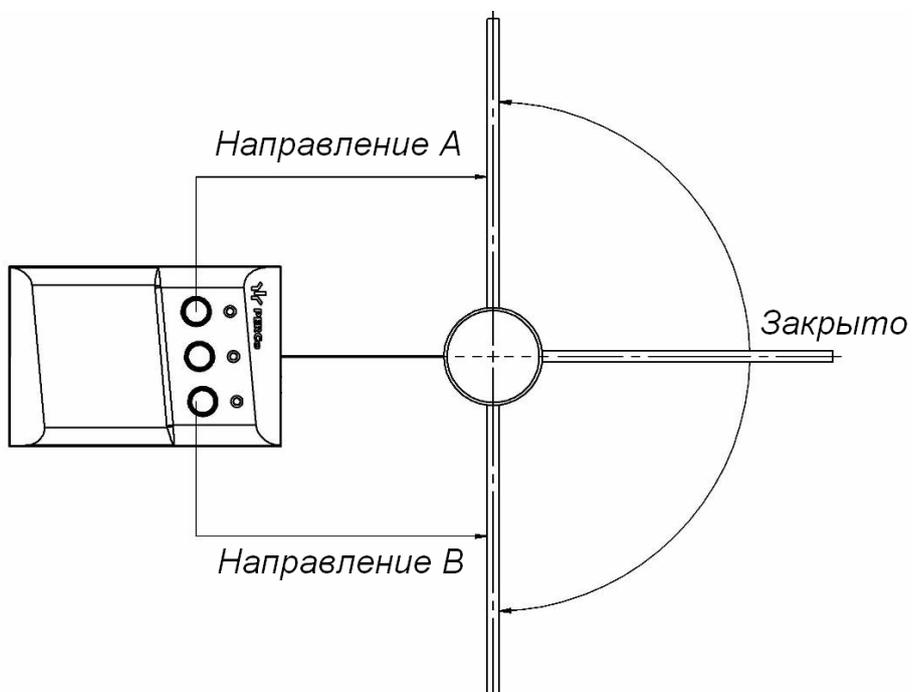

Рисунок 5. Стандартная ориентация ПДУ относительно направления раскрытия створки калитки
- **FireAlarmDir** – разъем предназначен для выбора направления открытия калитки при подаче сигнала аварийной разблокировки **Fire Alarm**. При установленной переключателе створка открывается в направлении А (см. рис. 5), при снятой в направлении В. При поставке переключатель установлен.